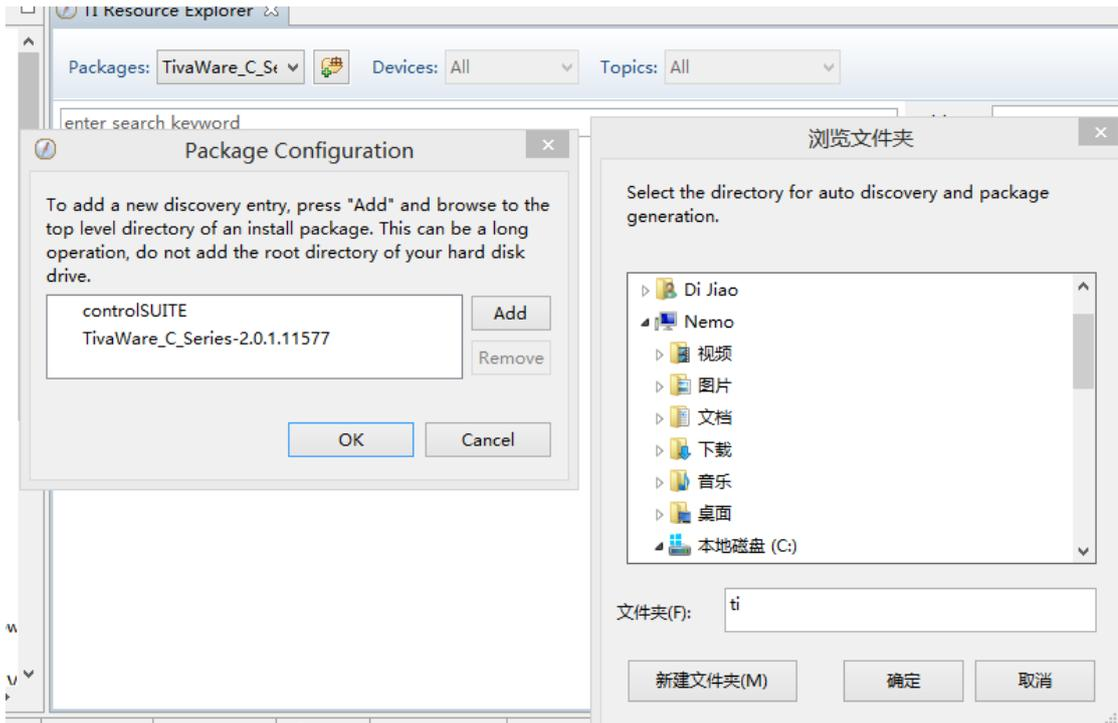

图 5.3 添加 packages
3. 在点击添加后，在弹出的 package configuration 中添加安装好的 tivaware，选取其根目录即可，如图 5.3；